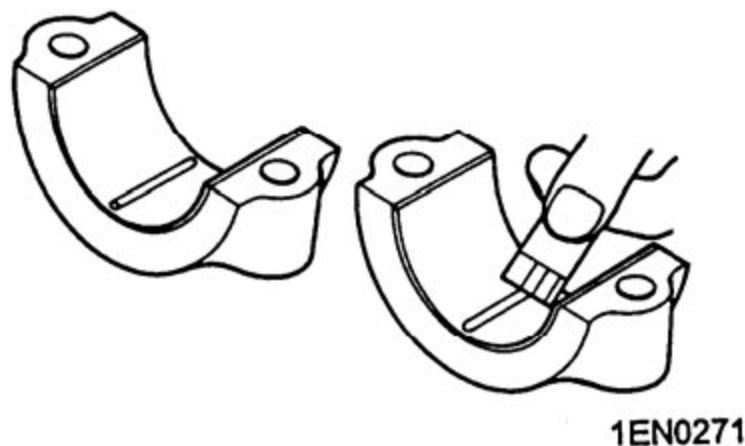

图 5-8
F). 用印刷在塑料线规袋上的标尺，在最宽点测量塑料线规的被挤压部分（见图 5-8）。